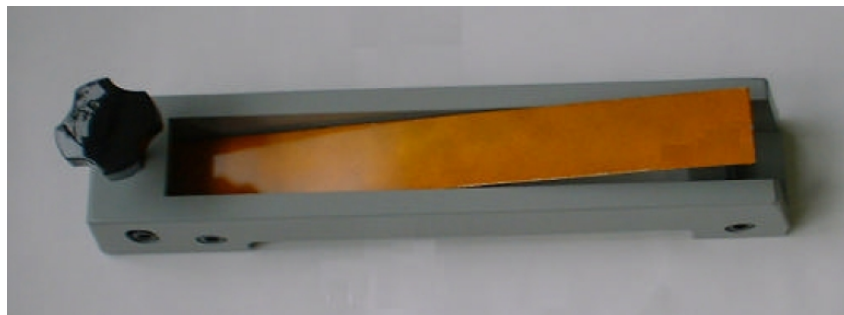
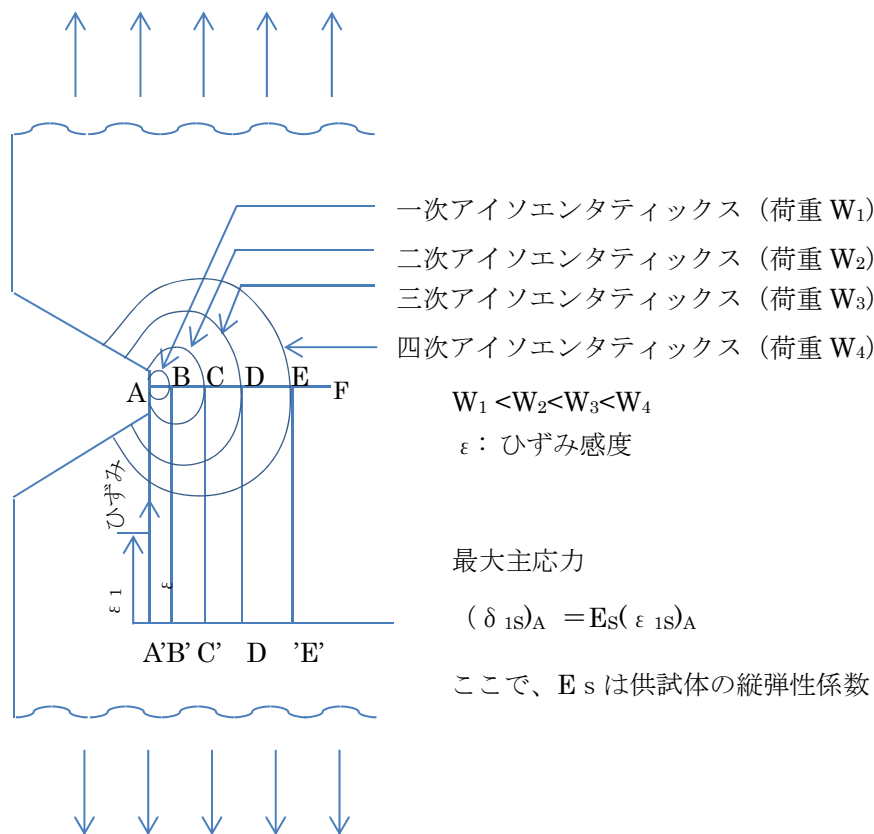

図 5 ひずみ感度検定器
図 6 アイソエンタティックスと負荷よりのひずみ算出法
なお、弊社ではひずみ感度検定試験片と感度検定器 (図 5) を製作し、用意しております。
②形式は負荷を自由に選べる工場や実験室などで行われます。低荷重より各ステップ負荷ごとに現れるアイソエンタティックス (isoentatics) をチョークなどで描き、後刻、検定試験片のひずみ感度と負荷によりひずみを図 6 に併記するようにして算出します。ただし、塗膜は粘弾性挙動を示すので、ステップ状に負荷を増加する場合には、付図 5 のように、必ず一旦無負荷状態にもどし、負荷していた時間の 3 倍程度経過させてから、次のレベルまで負荷を一気に増大しなければなりません。
付図 5 はステップ状負荷方式を示しています。金属試料に作用している負荷レベルは一定でも、塗膜の応力は緩和しますので、次のレベルまで負荷を増大させるときには、必ず一旦無負荷に戻し、十分に緩和してから一気に増加させる必要があります。
付図 5 ステップ状負荷増方式
空冷増感法は、上記と反対に、 $3\sim 5^{\circ}\text{C}$ ほど低温の雰囲気にして負荷試験をする方法です。付図 6 は検定試験片 (ステンレス鋼、インバー合金鋼、厚さ 2 mm) 用い、 5°C の空冷を行った場合の増感効果を示しています。空冷開始後 10 分弱で負荷すれば、250 マイクロストレインほど鋭敏な感度が得られることが分かります。さらに冷却温度を大きくすれば、増感効果は顕著になりますが、不測の要素が加わりますので、あまり好ましくはありません。
付図 6 空冷増感効果